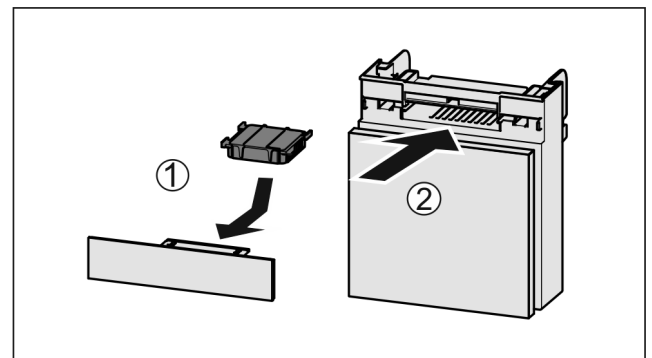

Fig. 37
- Aktivkohlefilter nach Abbildung einsetzen Fig. 37 (1).
- Fach einschieben Fig. 37 (2).